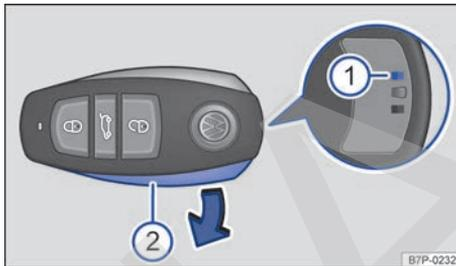
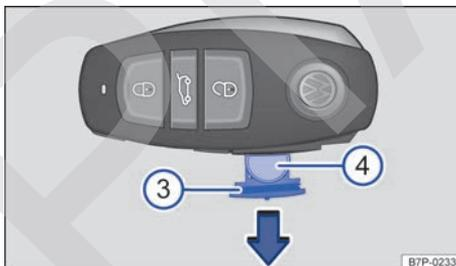

Fig. 64 Llave del vehículo: abrir el compartimento de la pila.
Fig. 65 Llave del vehículo: cambiar la pila de botón.
Leyenda de la fig. 64 y fig. 65:
- ◀ – Introduzca un objeto adecuado en el rebaje izquierdo → fig. 64 ① de la parte posterior de la llave hasta el tope y a continuación presione hacia el borde exterior de la llave.
- Desmonte la tapa ②.
- Extraiga el compartimento de la pila → fig. 65 ③.
- Retire la pila de botón → fig. 64 ④. ▶
- Introduzca el compartimento de la pila → fig. 65 ③.
- Coloque el lado izquierdo, estrecho, de la tapa → fig. 64 ② en la llave y presione el lado derecho, ancho, hacia dentro hasta que la tapa encastre.